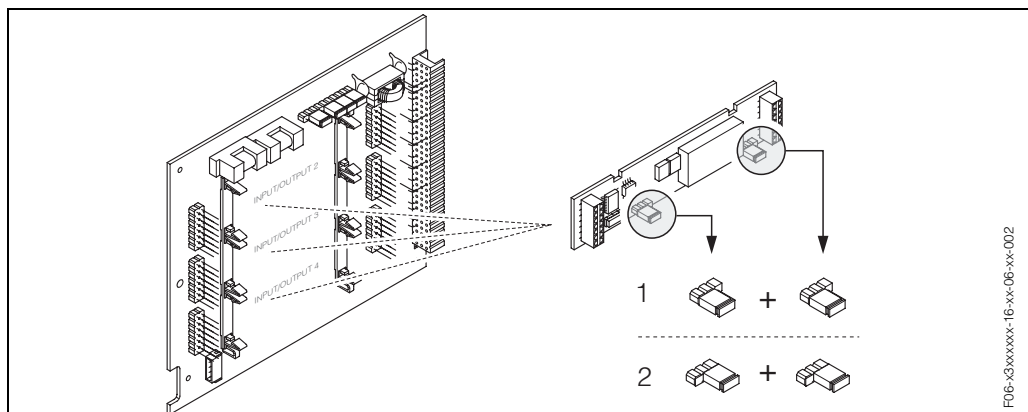
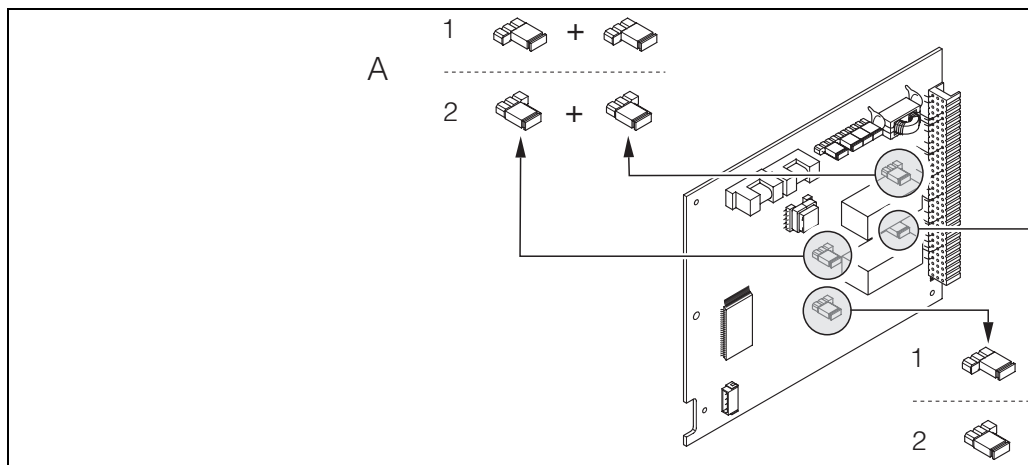

Abb. 34: Relaiskontakte konfigurieren (Öffner / Schließer) für die umrüstbare I/O-Platine
Abb. 35: Relaiskontakte konfigurieren (Öffner / Schließer) für die nicht umrüstbare I/O-Platine
3. Steckbrücken entsprechend Abb. 34 (I/O-Platine umrüstbar) bzw. Abb. 35 (I/O-Platine nicht umrüstbar) positionieren.